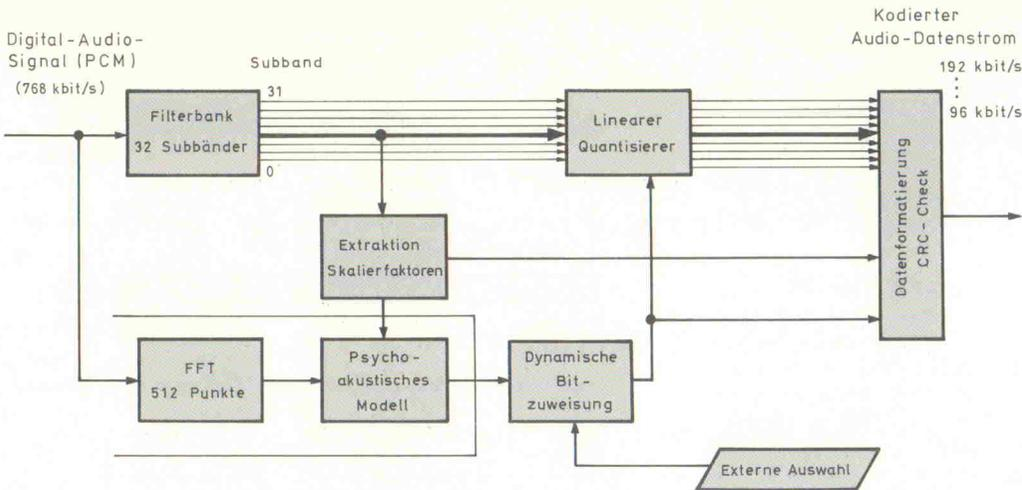

Bild 7. Der ISO/MPEG-Audioencoder für Layer I im Aufriß: 32 dynamisch quantisierte Subbänder stellen gleichsam eine FFT des Audiosignals dar.
– Einer parallel zur Filterbank laufenden Fast-Fourier-Analyse (1024 Abtastwerte Fensterlänge, entspricht 21,32 ms bei 48 kHz Abtastfrequenz, im Layer II), die gegenüber der genauen Zeitauflösung der Polyphasenfilterbank eine genaue Frequenzanalyse ergibt, da die Filterbank gerade im unteren Frequenzbereich mit ihrer konstanten Bandbreite von 750 Hz Ungenauigkeiten aufweist (Bild 7).